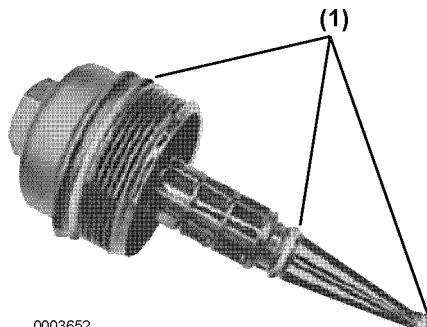

Figura 2
VORSICHT! le i tre O-ring (**Figura 2, (1)**) sullo stelo.